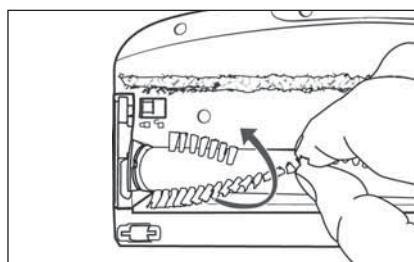

Fig. 25
- 3) Retirez le rouleau brosse ⑩ par les poils de la brosse de sol ⑪. Tournez légèrement le rouleau brosse ⑩ pour pouvoir le retirer plus facilement (voir fig. 25).